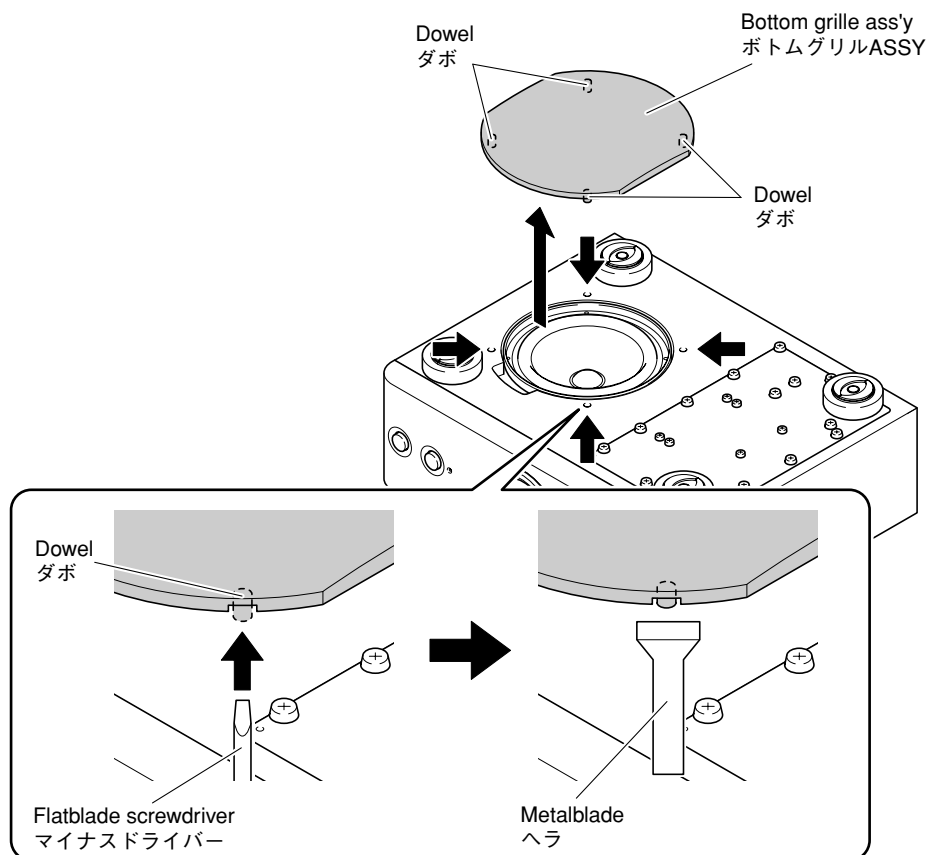

Fig. 1
b. First, insert a flatblade screwdriver at 4 dowel positions and push up the bottom grille ass'y. (Fig. 1)
c. Next, using the metalblade or the like, push the bottom grille ass'y upward until it comes off. (Fig. 1)
b. 最初にマイナスドライバーを4箇所のダボ位置へ差し込み、ボトムグリルASSYを押し上げます。(Fig. 1)
c. 次にヘラ等を使い、徐々に上面へ押し上げて、ボトムグリルASSYを取り外します。(Fig. 1)